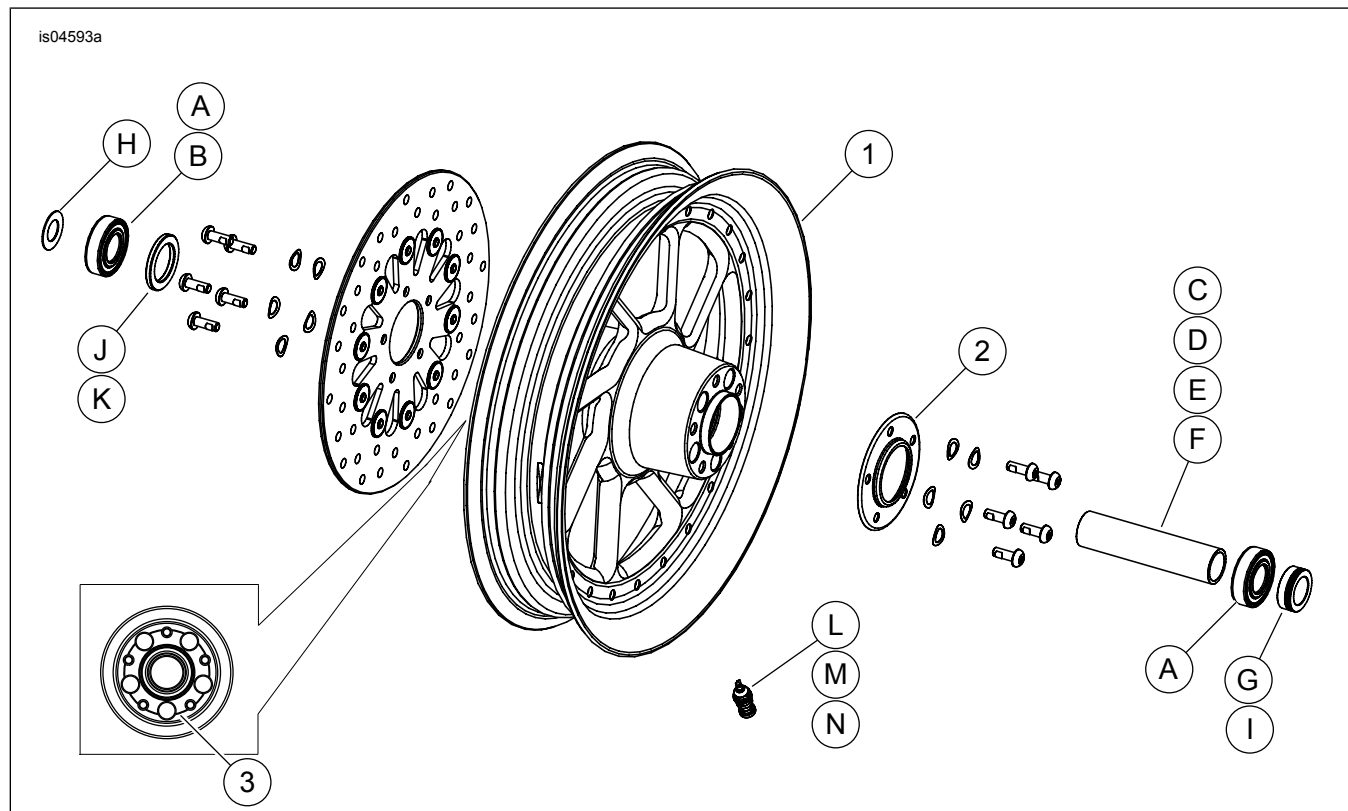

Figure 2. Pièces détachées : Kits de roue avant Road Winder (roue de 16 pouces illustrée)
- Voir Figure 2. Installer l'assemblage de tige de valve (L, M ou N) sur la roue. Voir PNEUS dans le manuel d'entretien.